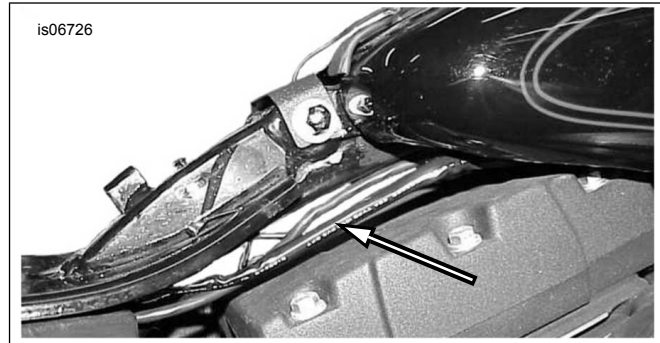

Abbildung 24. Senderkabelverlegung zum Scheinwerfer (Dyna)
1. Siehe Abbildung 24. Die verbleibenden Senderkabel (gelb und weiß) und den Kabelkanal aus dem Satz mit Kabelbindern an den Motorradkabeln zum Scheinwerfer befestigen. Falls erforderlich, den Kraftstofftank anheben, um die Drähte unter dem Tank und zum Scheinwerfer zu verlegen.